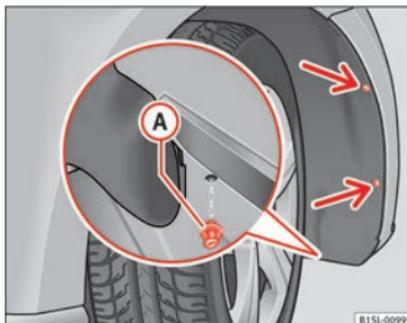

Abb. 147 Im Radhaus vorn rechts: Befestigungsschrauben (Pfeile) herausdrehen und Spreizniet **A** entfernen.
- 2 Befestigungsschrauben der Radhausverkleidung » **Abb. 147** (Pfeile) mit dem Schraubendreher aus dem Bordwerkzeug herausdrehen » Seite 181.
- Spreizniet in die Radhausverkleidung und den Stoßfänger einsetzen und vollständig hineindrücken » **Abb. 147** **A**.
- Die 2 Befestigungsschrauben » **Abb. 147** (Pfeile) mit dem Schraubendreher festdrehen.